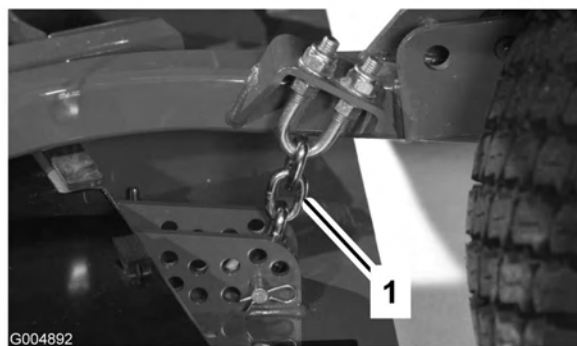

Figura 74
3. Togliete la coppiglia e il perno con testa che fissano le catene dell'altezza di taglio sul retro dell'apparato di taglio (Figura 74).